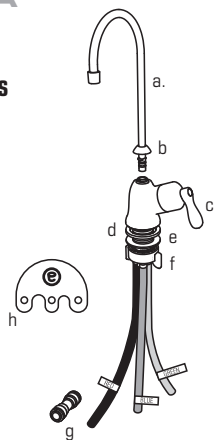
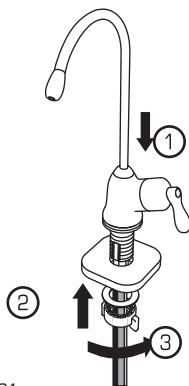

Fig. 18
Fig. 21
Componentes de la llave auxiliar eSpring (Fig. 18):
3. **A la vez que sostiene** la arandela de goma en su lugar contra la estructura de la llave, baje el vástago de la llave eSpring y los tubos por el orificio en la cubierta o borde del fregadero ①. Con un ayudante que sostenga la llave en su lugar, **alcance** por debajo de la cubierta y **deslice** la arandela de metal y la tuerca de mariposa en la llave roscada ②. **Coloque** la llave en la orientación deseada y **ajuste** la arandela de metal y la tuerca de mariposa para fijar la llave en su lugar ③ (Fig. 21).
NOTA: Debe usar el conector de suministro (Fig. 18, parte c) entre la válvula en el suministro de agua y la llave eSpring.
La manguera no se insertó lo suficiente.	- Remover la manguera, pág. 9, Fig. 32. - Marcar la manguera, pág. 4, Fig. 18. - Instalar la manguera, pág. 4, Fig. 21.